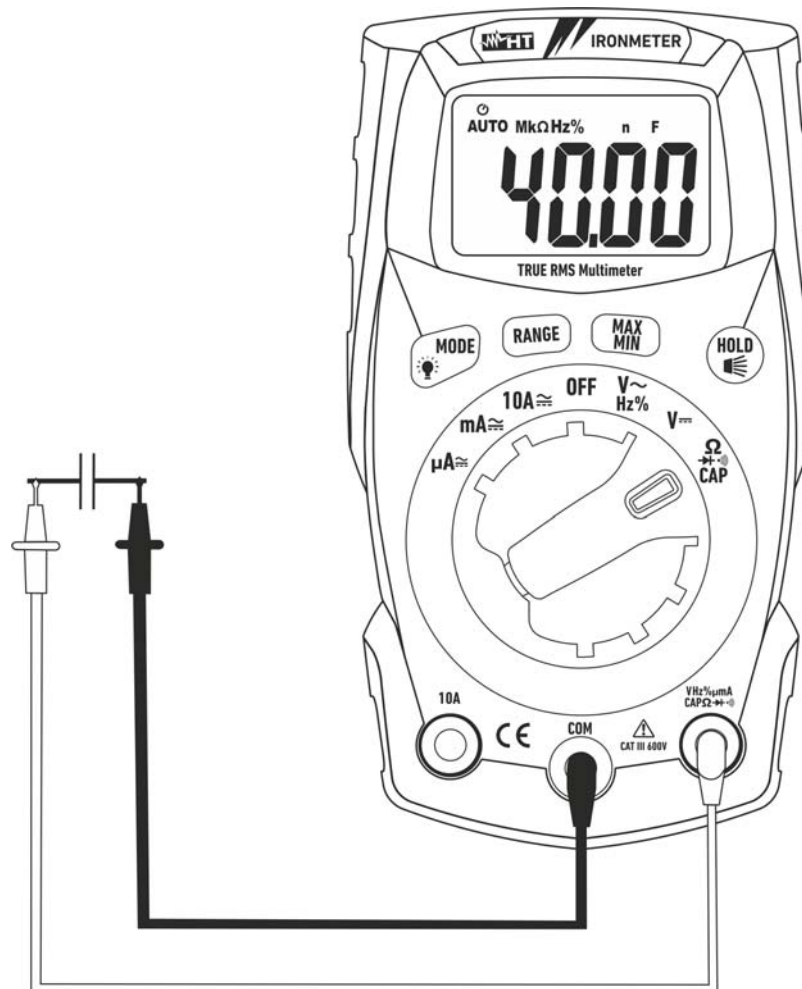

Abb. 7: Verwendung des Gerätes für Kapazitätsmessung
4. Verbinden Sie die Messleitungen mit den beiden Enden des zu messenden Kondensators und dabei achten Sie, wenn nötig, auf die positive (rotes Kabel) und negative (schwarzes Kabel) Polarität (siehe Abb. 7). Der Kapazitätswert erscheint auf dem Display.